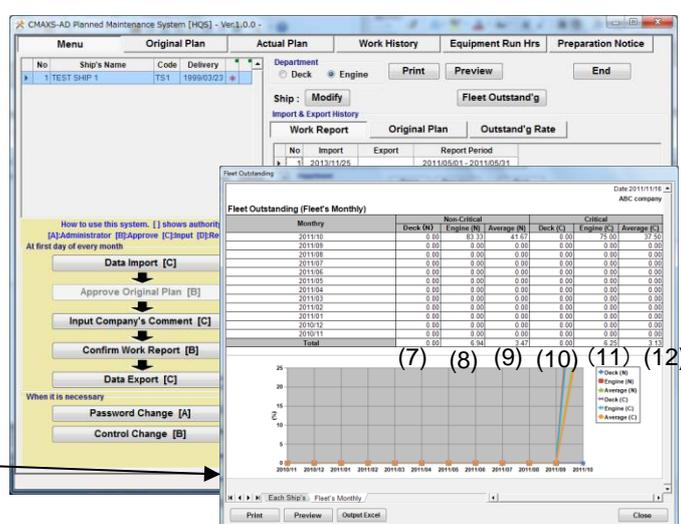

図 16-2 Fleet's Monthly 画面
② “Each ship's 画面”内の[Fleet's Monthly]タブを選択してください。“Fleet's Monthly 画面”(図 16-2)が表示されます。